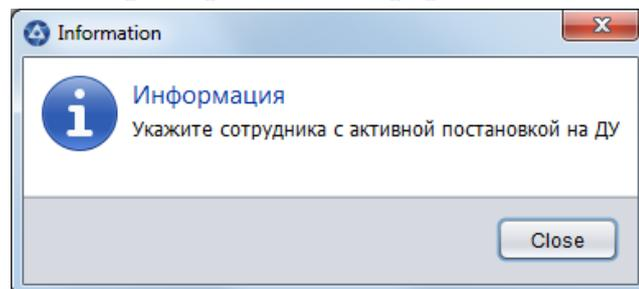

Рисунок 15
3.5.2.1. Окно «Информация» предназначено для вывода вспомогательных сообщений оператору при возникновении ошибки или необходимости внести изменения в введенные данные. Пример окна «Информация» представлено на рис.15.